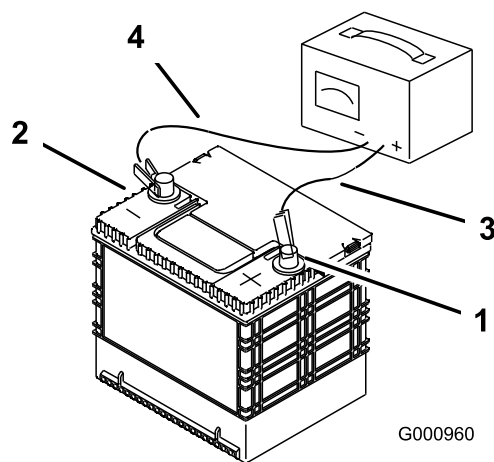

Figure 57
3. Quand la batterie est chargée au maximum, débranchez le chargeur de la prise, puis débranchez les fils du chargeur des bornes de la batterie (Figure 57).